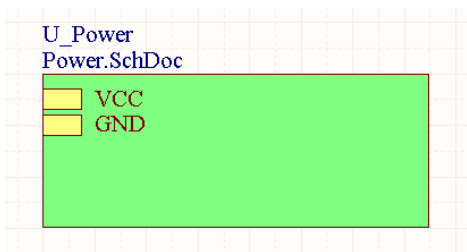

图 4.22 添加的子图符号
(7) 在“Choose Document to Place”对话框中选择“Power.SchDoc”文件，单击“OK”按钮，打开“Confirm”消息框，单击“Confirm”消息框中的“No”按钮，在新建的文件中添加如图4.22所示的子图符号。